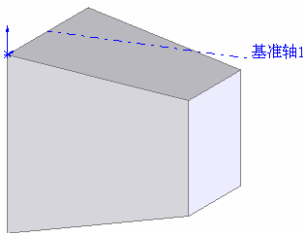

图 6-40 创建基准轴的图形
⑥ 确认添加的基准轴。单击“基准轴”属性管理器中的“确定”图标按钮，创建一个通过边线 2 的中点且垂直于面 1 的基准轴。
⑦ 确认添加的基准轴。单击“标准视图”工具栏中的“旋转视图”图标，将视图以合适的方向显示，结果如图 6-40 所示。